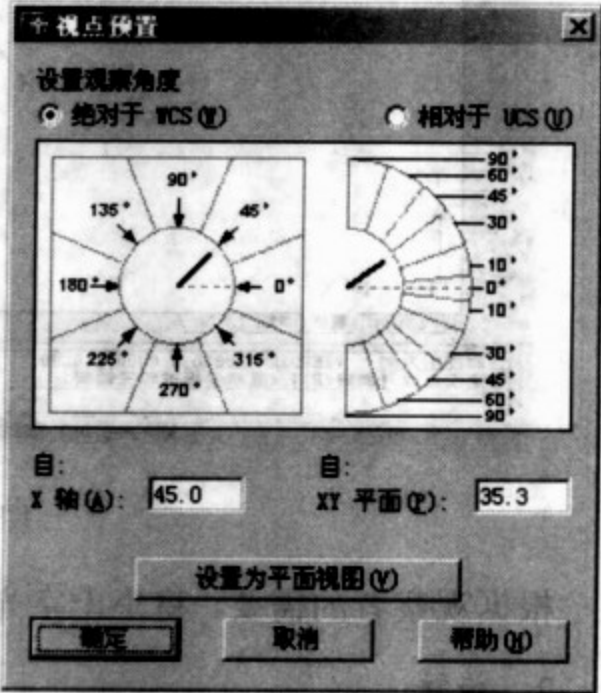

图 2-31 【视点预置】对话框
执行主菜单中【视图】/【三维视图】/【视点预置】命令, 弹出如图 2-31 所示【视点预置】对话框, 使用该对话框可以直观地进行视点选择。
- (1) 执行主菜单中【视图】/【三维视图】/【视点预置】命令, 弹出如图 2-31 所示【视点预置】对话框。
- (2) 在【自 X 轴】文本框内输入“45”, 【自 XY 平面】文本框内输入“30”。